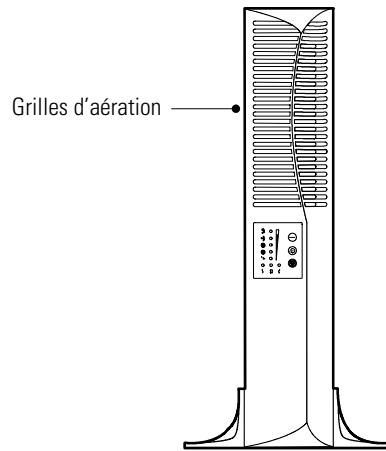

Figure 6. Unité de l'onduleur UPS avec supports
3. Redressez avec précaution l'unité avec les grilles d'aération au-dessus (voir Figure 6).